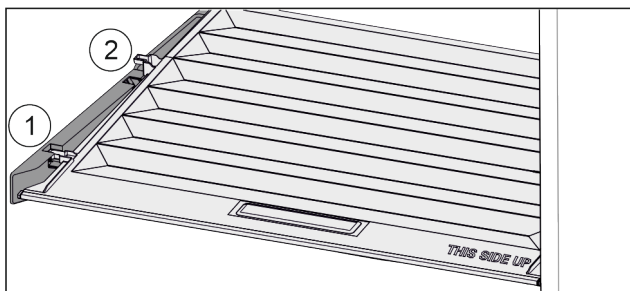

Fig. 147
- ▶ Pokrov povlecite naprej Fig. 147 (1) do odprtine v držalnih delih.
- ▶ Zadaj ga od spodaj dvignite in odstranite Fig. 147 (2) navzgor.